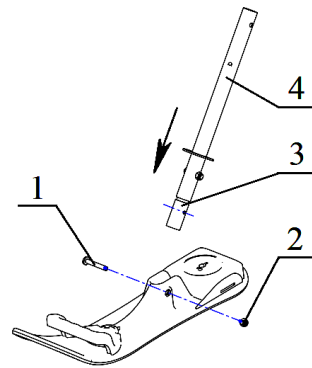

Рис. 2
- выкрутить из гайки поз.2 (рис.2) и вынуть из отверстия лыжи передней винт поз.1;
- надеть лыжу переднюю на пластмассовую втулку поз.3 (рис.2), расположенную на рулевой колонке поз.4 до совмещения отверстий колонки и лыжи передней;
- вставить в совмещенные отверстия винт поз.1 (рис.2), вкрутить винт в гайку поз. 2, установленную в гнездо лыжи, и затянуть резьбовое соединение, обеспечив подвижность лыжи;